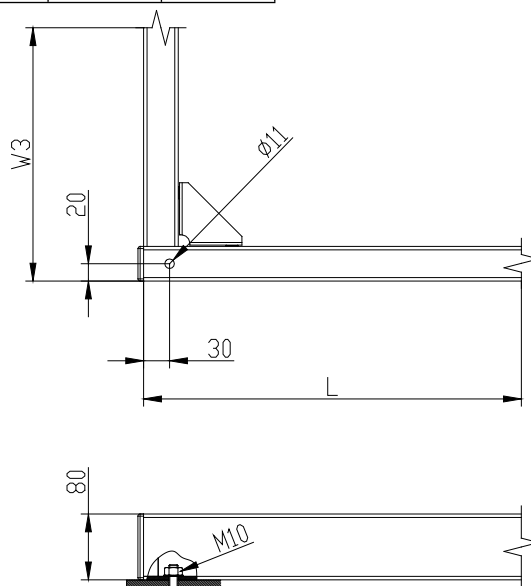

Рис. 12d. Расположение крайних фундаментных отверстий и пример крепления установок VS21-150.
- для агрегатов VS 21-650 (рис. 12d и 13с) подпорки 200x200мм необходимы на наружных концах рамы и в середине ее длины. В тоже время место стыковка продольных элементов рамы с серединными поперечными элементами требует площадь подпорки 300x200мм.